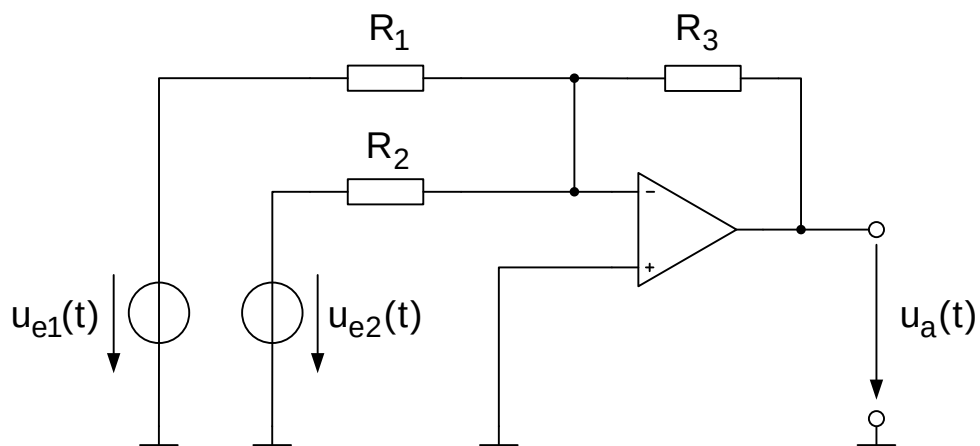

Bild 6.2: Ersatzschaltbild der OP-Schaltung
Gegeben ist die in Bild 6.2 dargestellte OP-Schaltung.
- Welche OP-Grundschialtung ist in Bild 6.2 dargestellt?